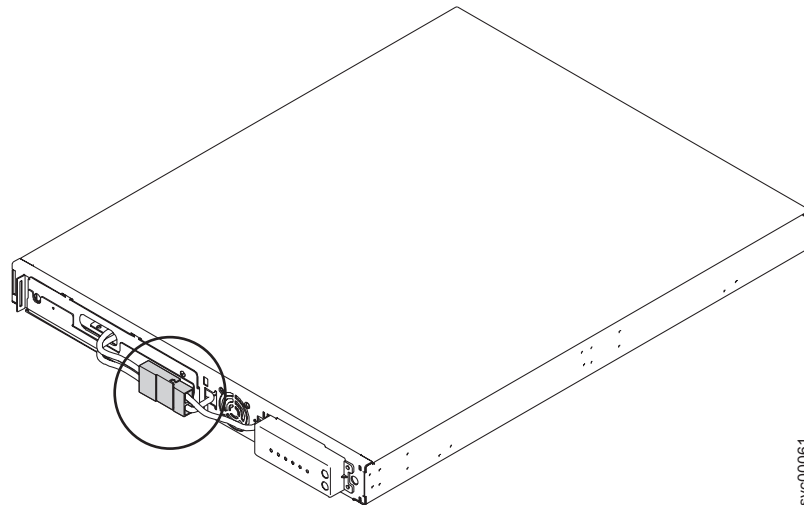

図 69. 2145-1U 無停電電源装置内部バッテリー・コネクター
5. 内部バッテリー・コネクタ (91 ページの図 69 に示す) を接続します。ガイド・キー付きのコネクタのそれぞれの端部には 2 本のワイヤーがあります。1 本は赤 (+) でもう 1 本は黒 (-) です。黒いワイヤーと黒いワイヤーおよび赤いワイヤーと赤いワイヤーが結合されます。